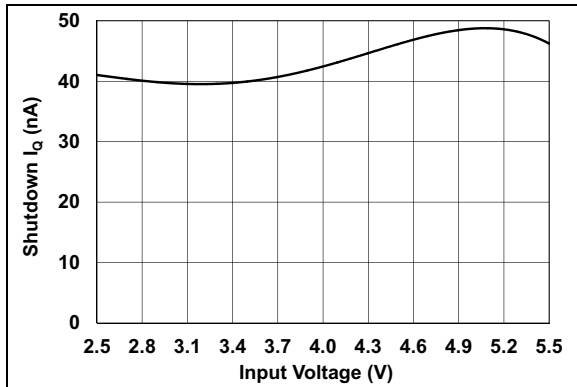

图 2-8: 关断静态电流  $I_{QSHDN}$ — $V_{IN}$  ( $EN = GND$ ) 曲线
1.8A 逐周期电感峰值电流限制操作可以保护集成的 400 mΩ、36V 开关。当使能引脚被拉至地时 ( $EN = GND$ )，器件停止开关，进入关断模式，消耗不足 50 nA 的输入电流（图 2-8）。